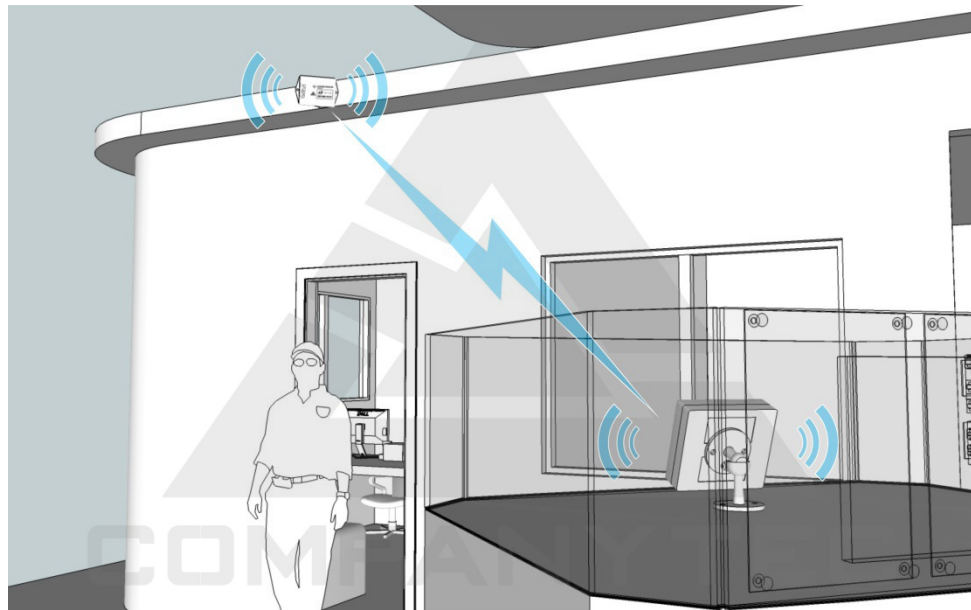

Figura 24 - Apontamento SWC01 CPU Master
- Fixe o SWC01 CPU Master no braço articulado e posicione-a de modo que fique com a frente (lado com os leds) direcionado para o PWN01 Servidor Wireless conforme Figura 24 - Apontamento SWC01 CPU Master.